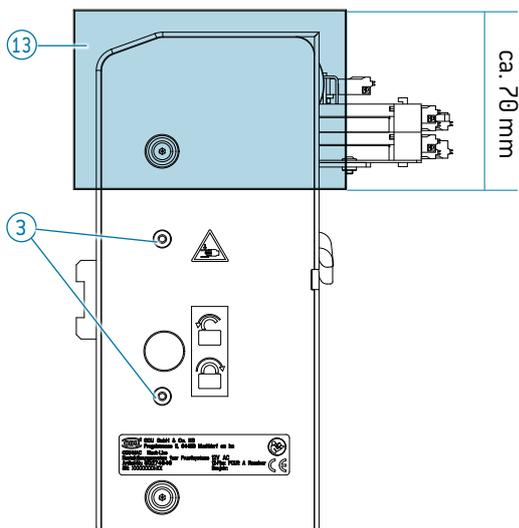

Abb.197
- Wenn dies nicht möglich ist müssen mindestens die Schrauben ① oder Abdeckung sowie der markierte Bereich ⑬ zugänglich sein. (Abb.197)